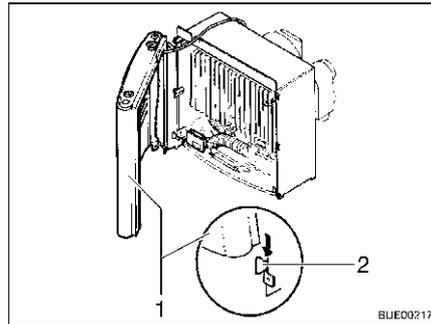

Fig. 111 Revestimiento de la calefacción, orejetas de sujeción
- Montar el revestimiento de la calefacción. Para ello situar el revestimiento (Fig. 111,1) en las orejetas de sujeción inferiores (Fig. 111,2).